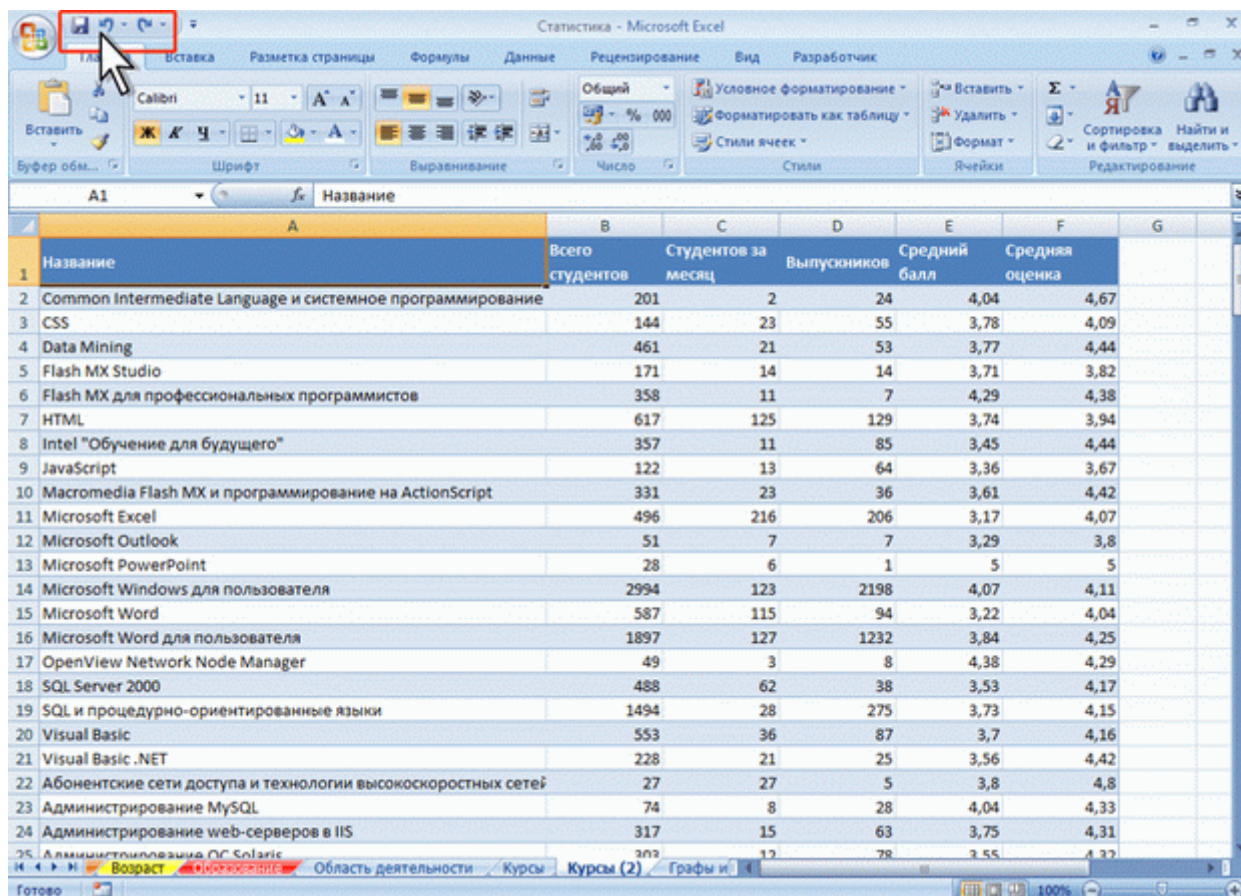

Рис. 3.23. Отмена последнего действия
1. Щелкните по стрелке кнопки **Отменить** (см. рис. 3.23).
1. Щелкните по стрелке кнопки **Вернуть** (см. рис. 3.23).